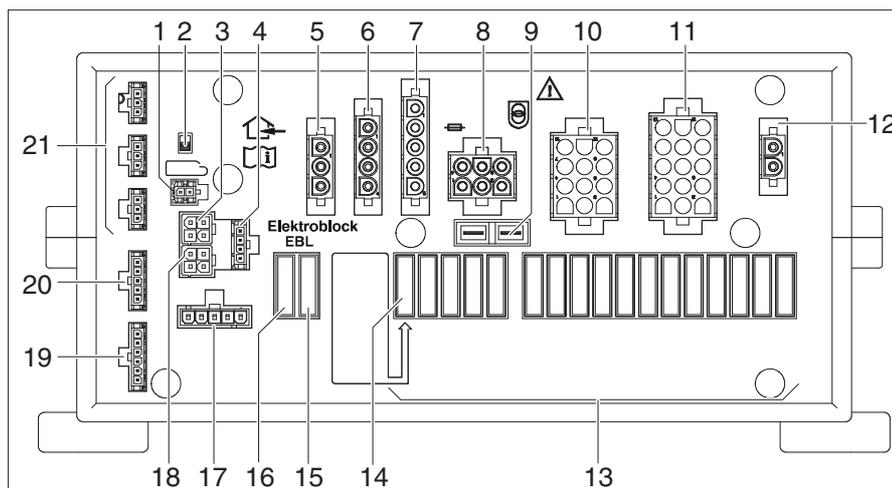

Fig. 257 Centralina elettrica (EBL 402/403)
**Ubicazione** Il blocco elettrico EBL 402/403 (Fig. 257) si trova nel garage di coda, sul lato destro.
- ▷ L'interruttore staccabatteria (Fig. 257,2) disconnette dalla rete a 12 V tutte le utenze collegate alla centralina elettrica.
- Spegner e accendere per tre volte, in successione, l'interruttore scaricabatteria (Fig. 257,2).